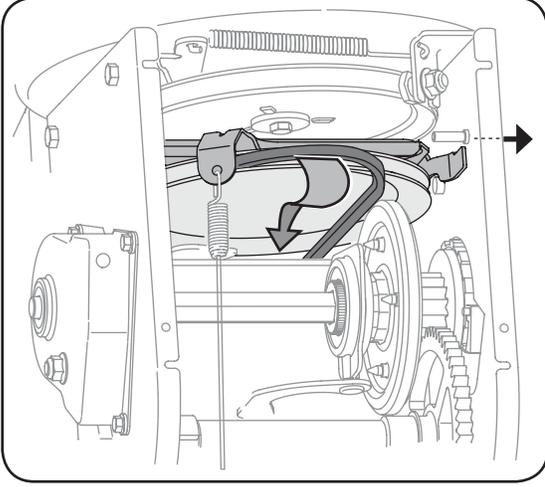

Figure 6-10
7. Dégagez la courroie de transmission de la poulie et de l'espace entre la roue de frottement et le disque de la roue de frottement. Voir la Figure 6-10.
8. Dégagez la courroie de transmission de la poulie et de l'espace entre la roue de frottement et le disque de la roue de frottement. Voir la Figure 6-10.